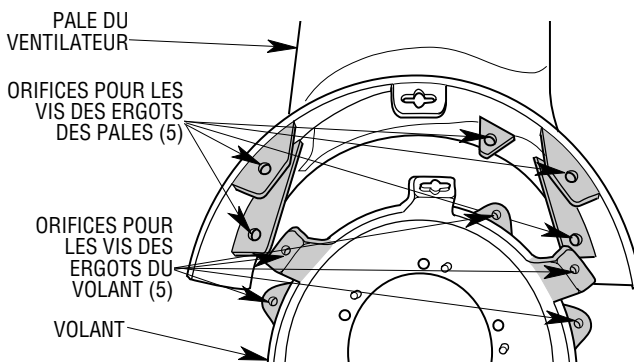
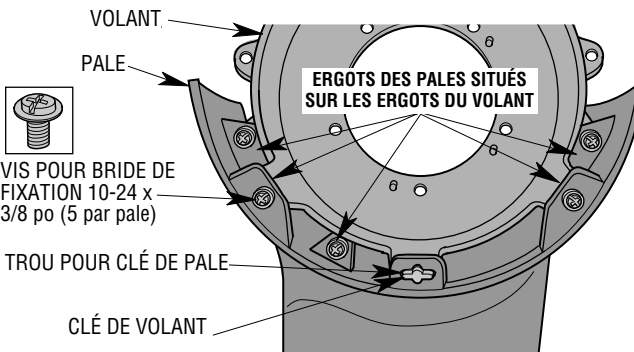

Figure 1B
Figure 1C
Placez la pale sur le volant. Alignez les cinq orifices pour vis des ergots de la pale sur les orifices des ergots du volant (Figure 1B) et alignez les deux clés du volant sur les deux orifices correspondants de la pale (Figure 1C).
**REMARQUE :** Montez les pales avec les ergots des pales placés SUR les ergots du volant (Figure 1C).
Serrez à fond la pale pour la fixer sur le volant en utilisant cinq vis à tête cylindrique bombée 10-24 x 3/8 po (fournies) (Figure 1C).